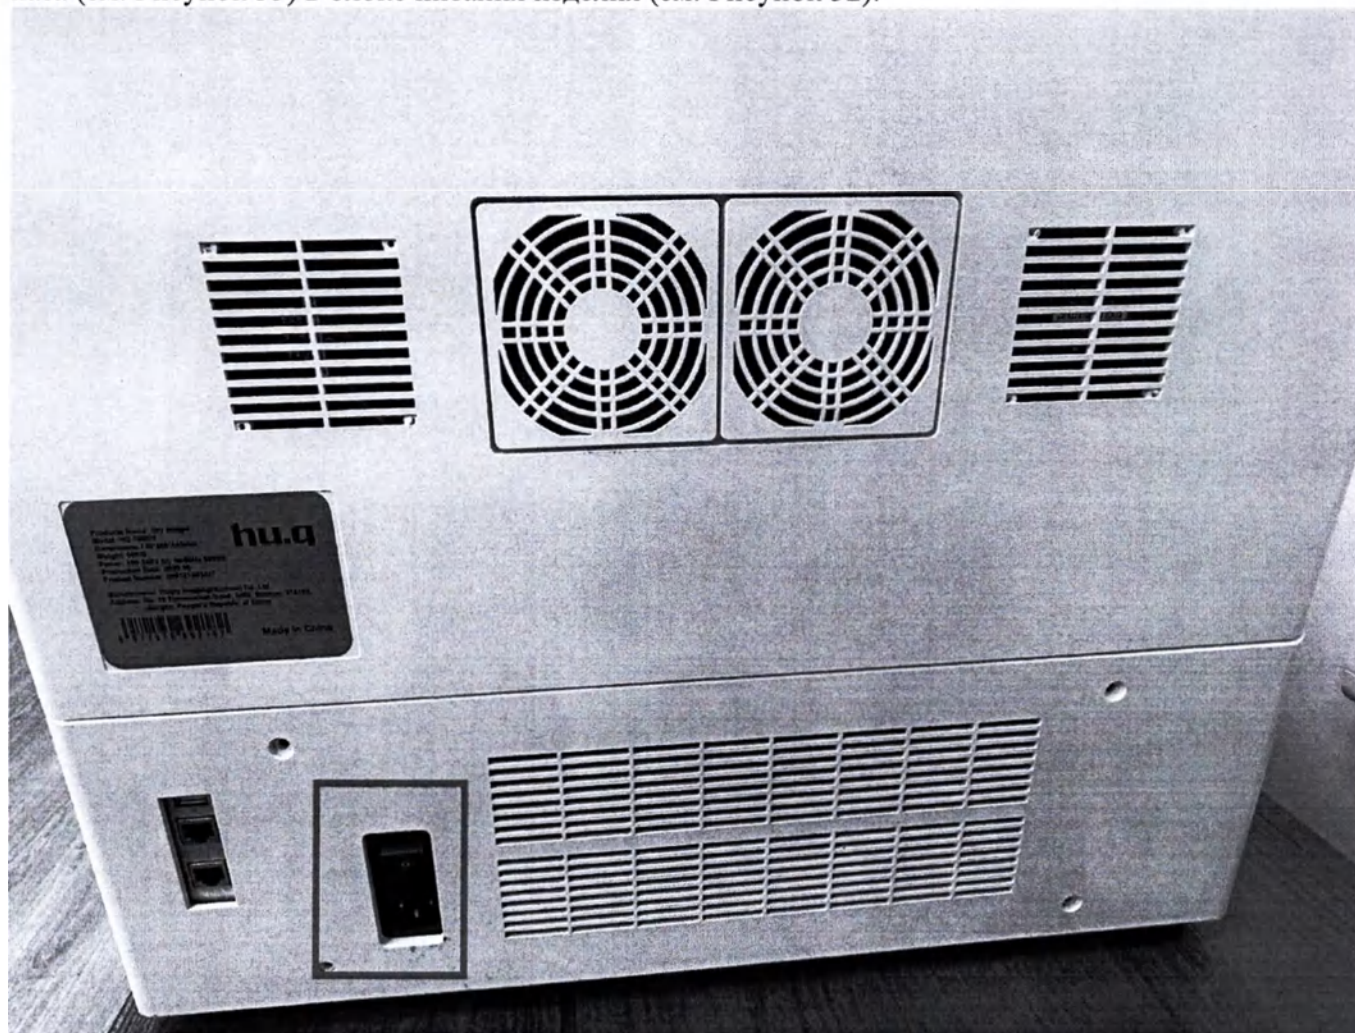
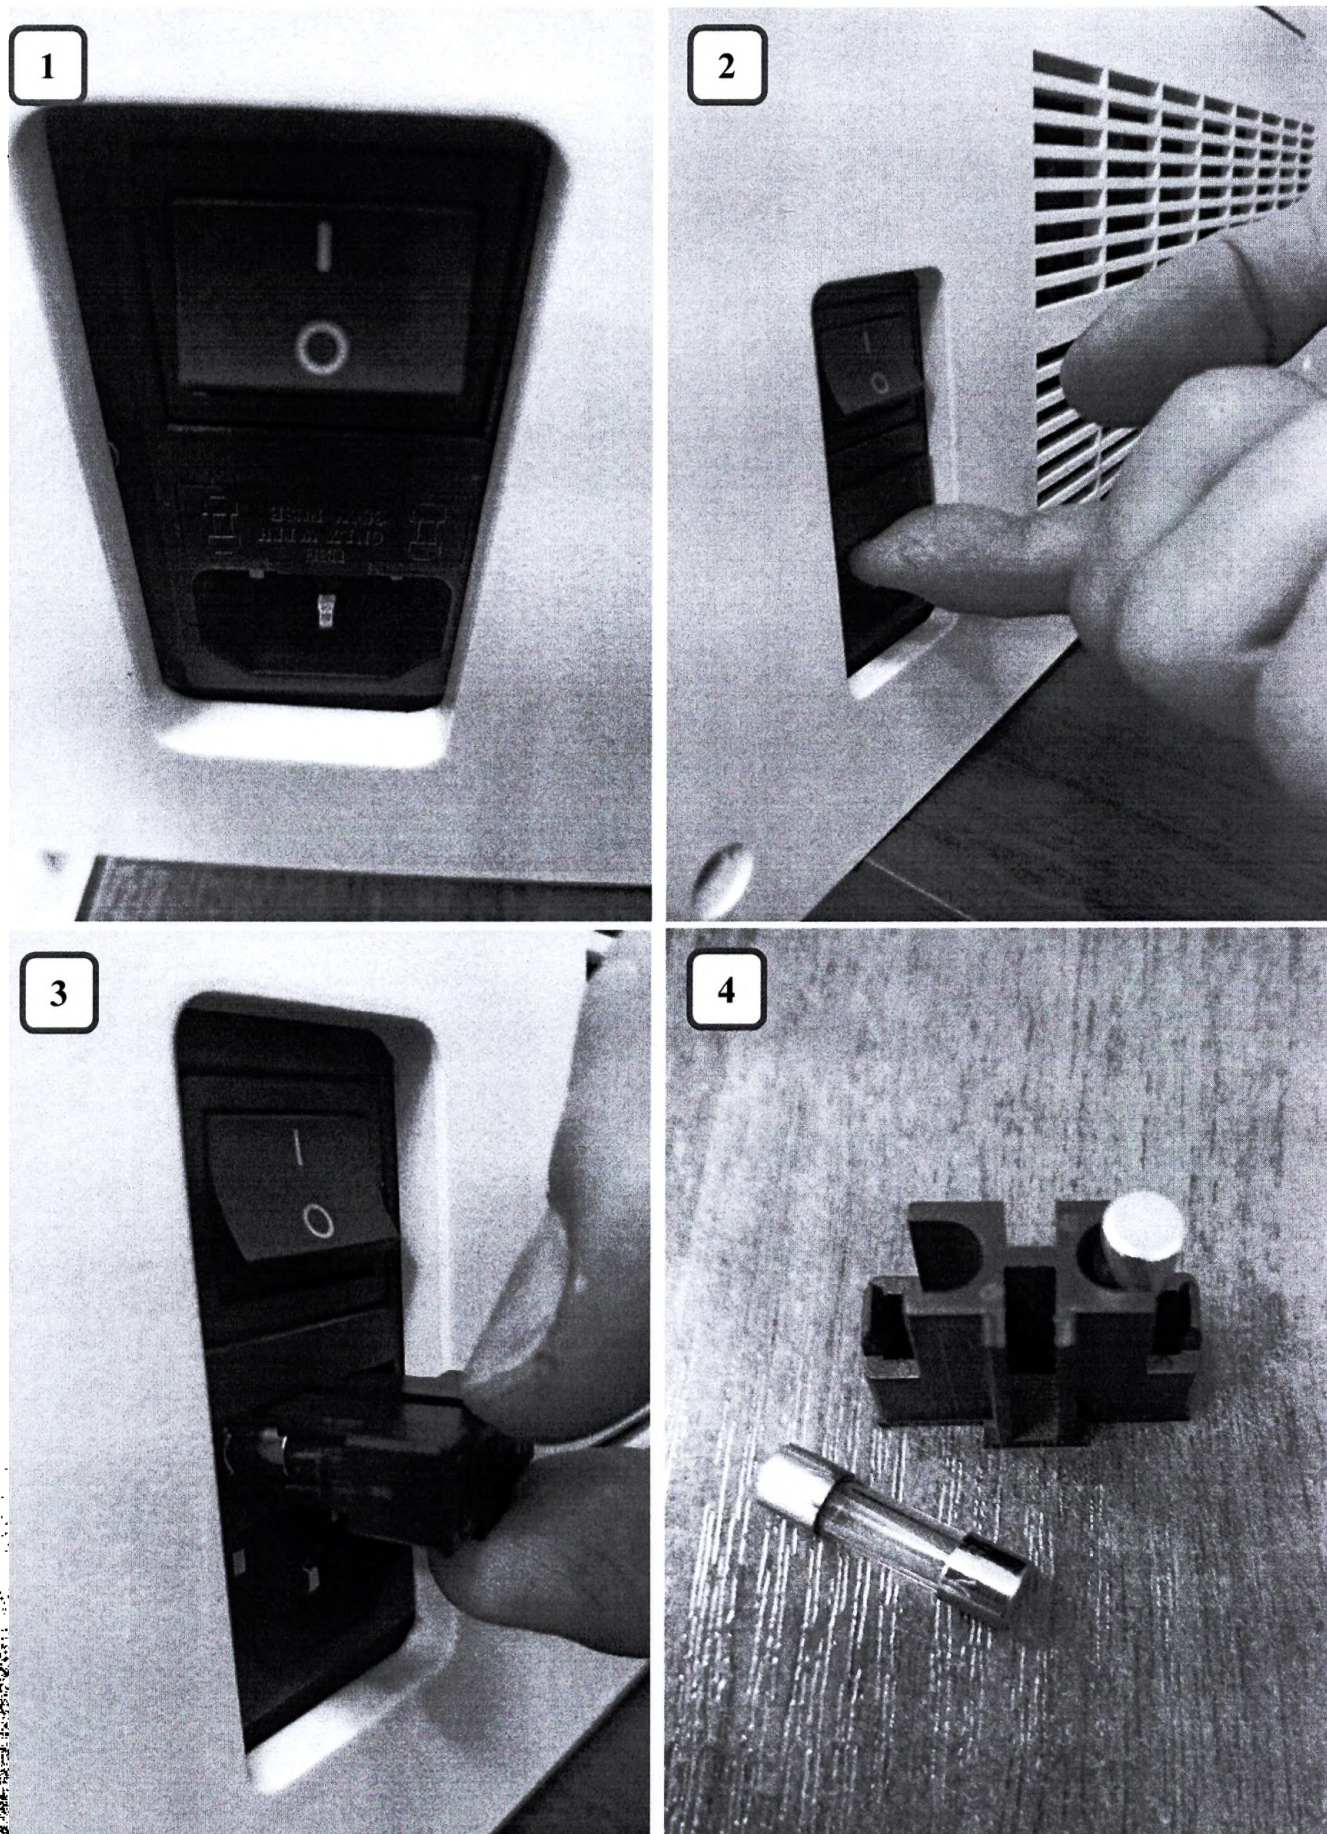

Рисунок 32 – Расположение блока питания изделия на задней стороне
Рисунок 33 – Порядок замены плавкого предохранителя в блоке питания изделия
19.4. Для замены плавкого предохранителя необходимо извлечь держатель предохранителей из паза (см. Рисунок 33) в блоке питания изделия (см. Рисунок 32).